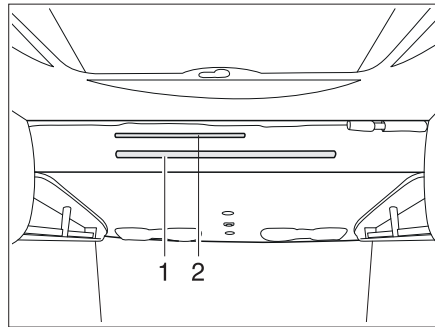

Bild 125 Hubbett manuell
- Den Griffhebel (Bild 125,2) nach unten ziehen, um das Hubbett zu entriegeln.
- Das Hubbett mit beiden Händen an der Griffstange (Bild 125,1) in einem Bogen nach unten ziehen, bis es hörbar einrastet.
- Die Aufstiegsleiter mit den beiden Bügeln in die Griffstange (Bild 125,1) am Hubbett einhängen.